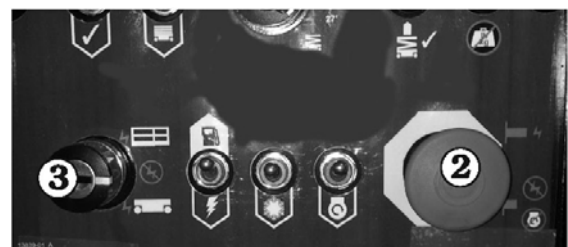

Fig. 9.8
2. Sätt på nedre manöverboxen nödstoppsbrytaren ② i läge "FRÅN", sätt huvudströmbrytaren ③ i läge "FRÅN" och ta bort nyckeln (se Fig. 9.8).